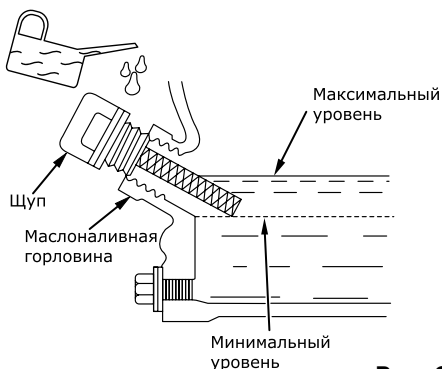

Рис. 6
- Залейте масло до нужного уровня по меткам на щупе или краю маслосаливной горловины (рис. 6).